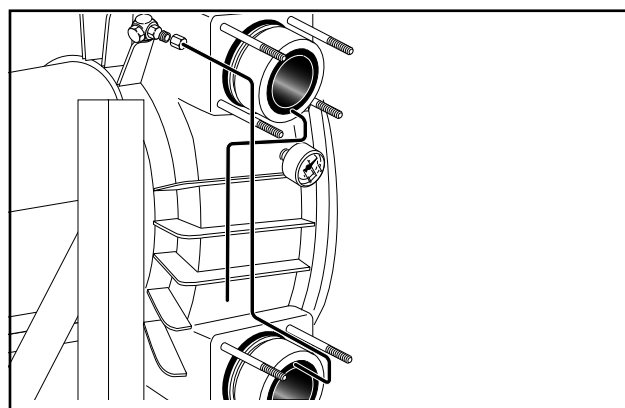

Fig. 24 Tubitos de purga de aire
3. El pequeño tubo de purga de aire del lado de aspiración se sustituye mediante otro modelo y se conecta al panel trasero de la bomba mediante la unión roscada acodada. El pequeño tubo de purga de aire del lado de descarga se conduce al exterior (Fig. 24).